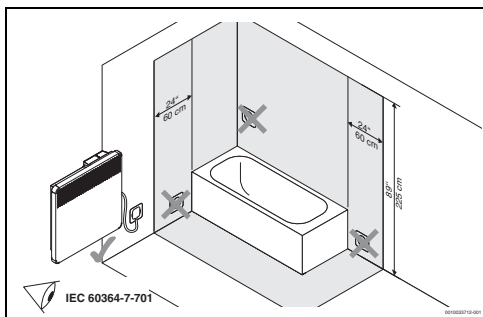

Bild 3
Der Konvektor darf nur außerhalb des Sicherheitsbereichs (grau dargestellt → Bild 3, Seite 21) aufgestellt oder montiert werden.
- Konvektor nur außerhalb des Sicherheitsbereichs (grau dargestellt → Bild 3, Seite 21) aufstellen oder montieren.